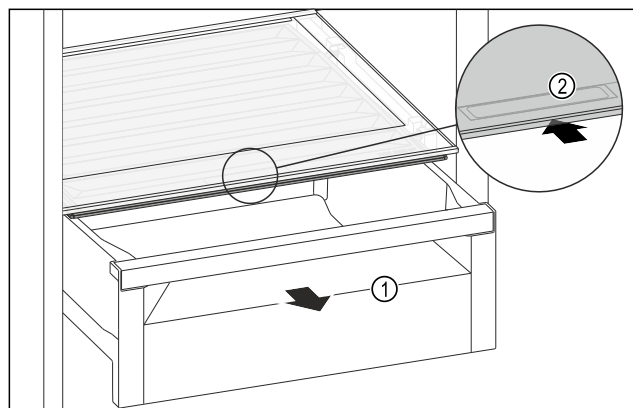

Fig. 109
- Estrarre il cassetto Fig. 109 (1).
- Afferrare la maniglia incassata Fig. 109 (2) sul coperchio dello scomparto e spingere allo stesso tempo all'indietro il coperchio dello scomparto.